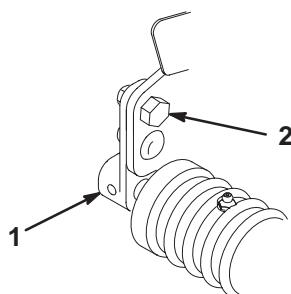

Figure 4
3. Desserrez les contre-écrous de retenue du support de rouleau avant droit (Fig. 4).
4. Tout en maintenant le cylindre solidement sur la plaque et sans relâcher la pression sur le rouleau avant, tournez le boulon de montage supérieur droit du rouleau (Fig. 4). Ce boulon présente un déport qui agit comme un excentrique (came) qui relève ou abaisse le rouleau lors de la rotation. Le déport est marqué par un point sur la tête du boulon. Ce point indique la direction du déplacement de l'extrémité droite du rouleau lorsque le boulon est tourné.